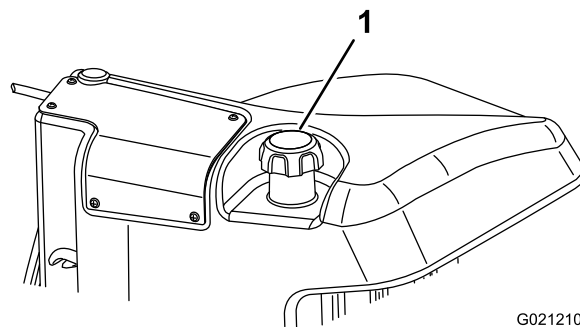

Figura 30
3. Togliete il tappo dal serbatoio carburante (Figura 30).